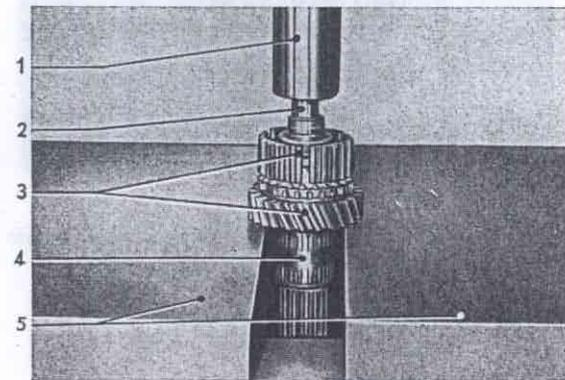

Bild 50 – 2. Gang-Zahnrad mit Synchronkörper von Hauptwelle nach vorn abpressen
55. 2. Gang-Zahnrad mit Synchronring und Synchronkörper für 2. und 3. Gang einschließlich der hinteren Synchronfeder von Hauptwelle abpressen (Bild 50).